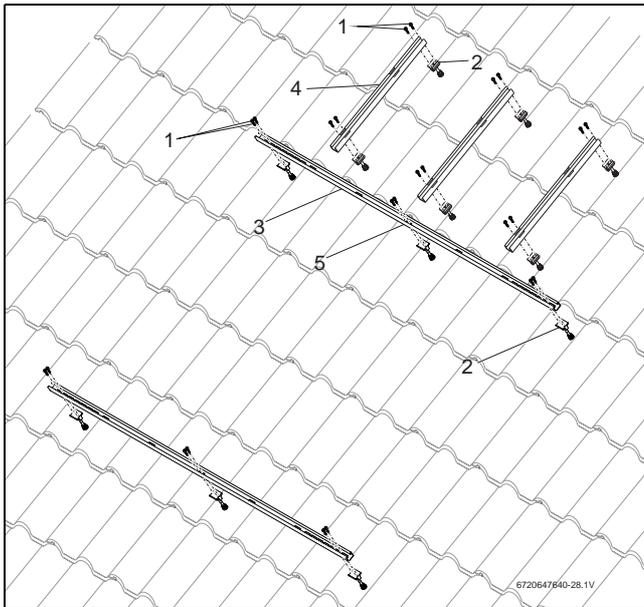

Fig. 53 Fixar o perfil ao bloco de apoio
- ▶ Fixar os perfis do coletor (→ Fig. 53, [3]) com dois parafusos cada [1] no bloco de apoio [2]; começar este processo com o furo alongado central [5].
- ▶ Fixar cada perfil do acumulador (→ Fig. 53, [4]) com dois parafusos no bloco de apoio; começar este processo com o furo alongado inferior.